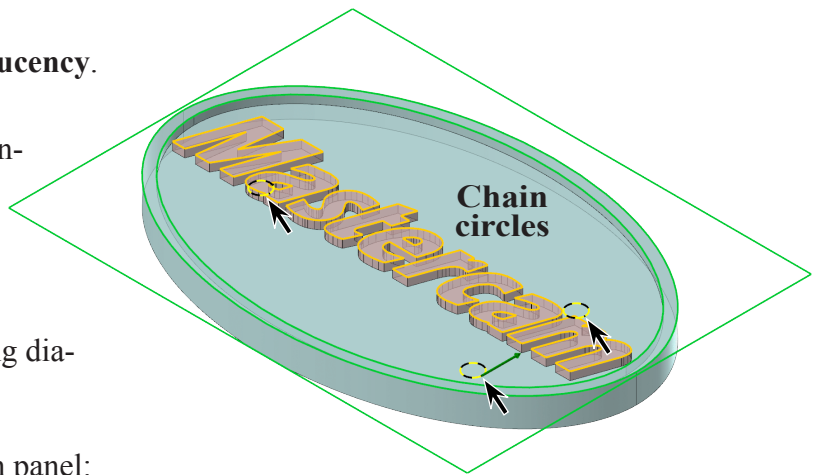

Fig. 24
Step 3. Click the **3 circles**, Fig. 24.